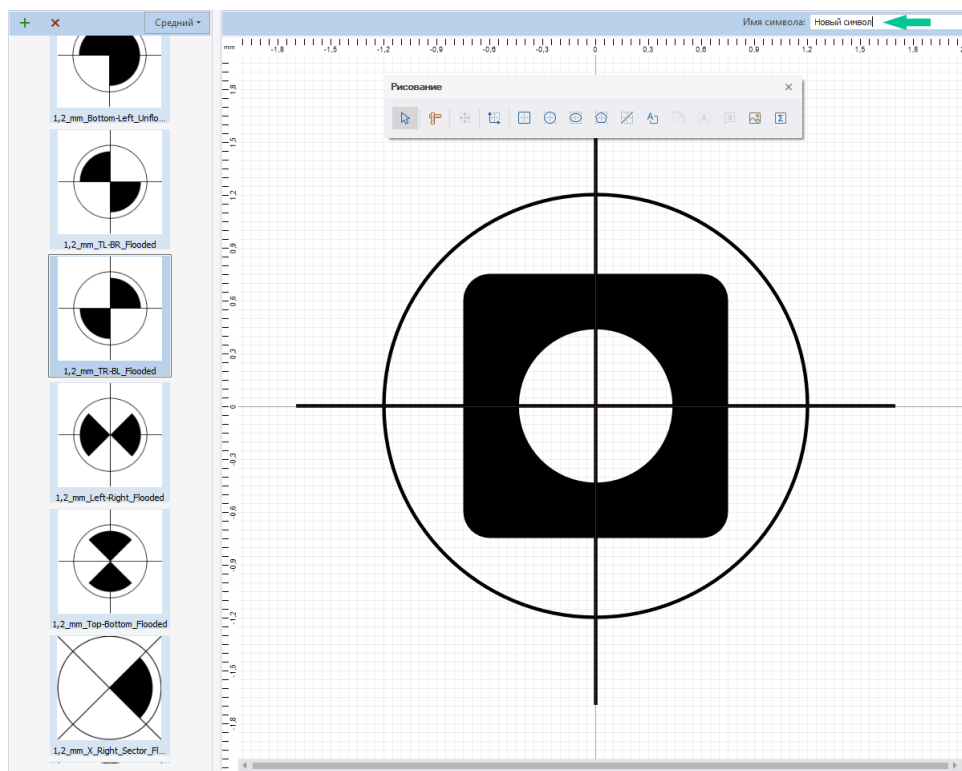

Рис. 119 Ввод наименования символа
4. Введите имя созданного символа в поле «Имя символа», расположенное в верхней части окна редактора, Рис. 119.